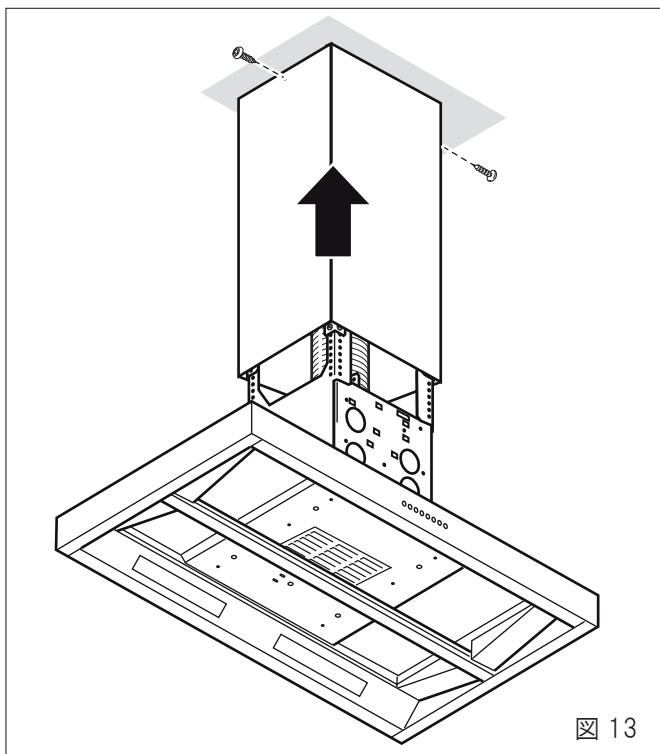

図 13
3. 上部ダクトカバーを押し上げて、2個のビスで固定してください。(図 13)